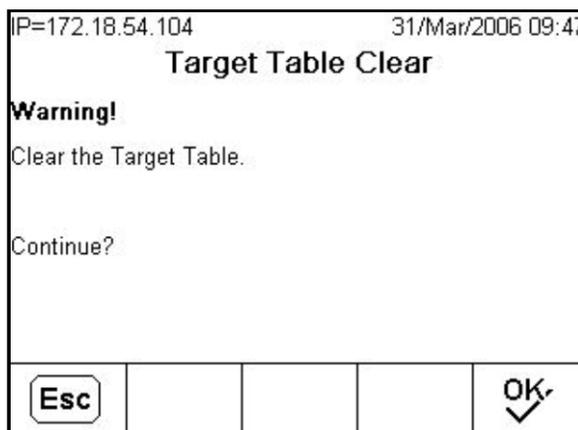

Figura C-28: Schermata di avviso di cancellazione della tabella destinazioni
1. Premere il soffkey CANCELLA  quando si visualizza la prima pagine delle impostazioni per la tabella in Impostazione in **Applicazione > Memoria > Tabella target**. La schermata è mostrata nella Figura C-28.